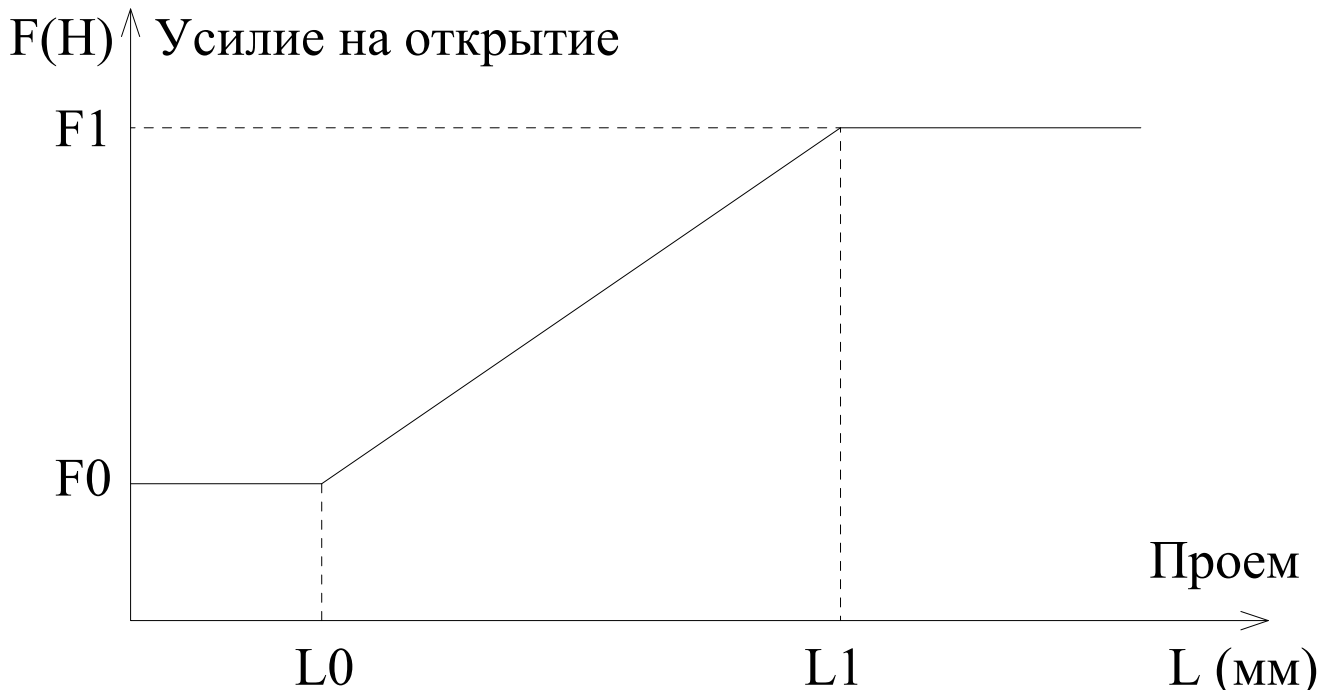

Рис. 7. Зависимость усилия на открытия от величины проема при автоматической установке сил после измерения проема ($F=f(L)$).
3.9.9.1. В параметрах **ТР.40 - ТР.44** – находятся параметры установки сил на открытие в зависимости от величины проема. Характеристика $F=f(L)$ зависимости общего усилия на открытие $Fallo$ от величины проема L при автоматической установке сил после измерения проема показана на **рис.7**.